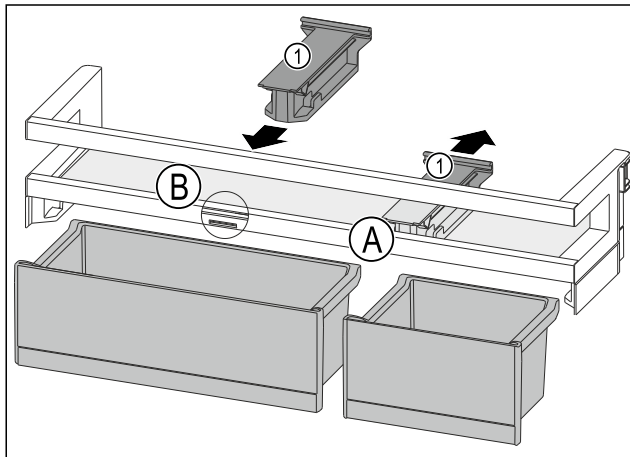

Fig. 168
- ▶ Pridrži dio Fig. 168 (1) u položaju Fig. 168 (A) skinite prema natrag.
- ▶ Pridrži dio Fig. 168 (1) umetnite u položaj Fig. 168 (B).